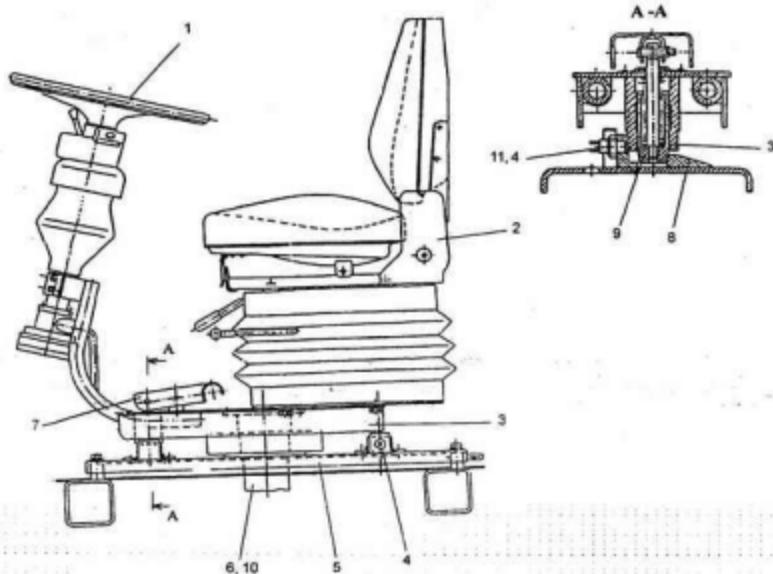

Рис. 5 Реверсивный пост управления
Ввиду необходимости движения снегоочистителя при работе ротора в одну сторону, а при работе отвалом - в противоположную, в кабине снегоочистителя установлен реверсивный пост управления (рис. 5).
В состав реверсивного поста управления (рис. 5) входят:
- нажать ногой на педаль 7 (рис. 5) и развернуть пост управления на 180°. Разворот производить влево, если водитель сидит лицом к двигателю, и вправо, если водитель сидит